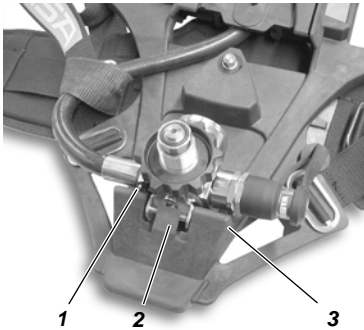
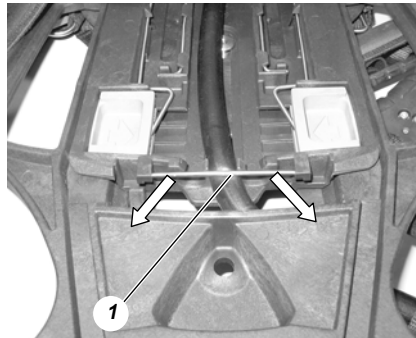

Fig. 9 Verwijder drukregelaar
Fig. 10 Verwijder leiding
- (4) Schuif schouderkussens naar de laagste stand in de zijdelingse geleidingsgleuven van de schuifdraagplaat, kantel knoppen een beetje naar buiten en neem de kussens uit de geleidingsgleuven.
- (5) Knoop de schouderkussens en de heupgordel los van de draagplaat.
- (6) Druk de grendelpen (zie Fig. 10) van de multikanaalslang schuin naar beneden en verwijder ze.
- (7) Doe hetzelfde aan de andere kant van de draagplaat.
- (8) Verwijder multikanaalleiding uit de geleiding van de draagplaat.
- (9) Duw de spil (3) in de drukregelaarhouder (zie Fig. 9) naar buiten.
- (10) Verwijder de drukregelaar van de draagplaat, duw de borgveer (2) **niet** omhoog.